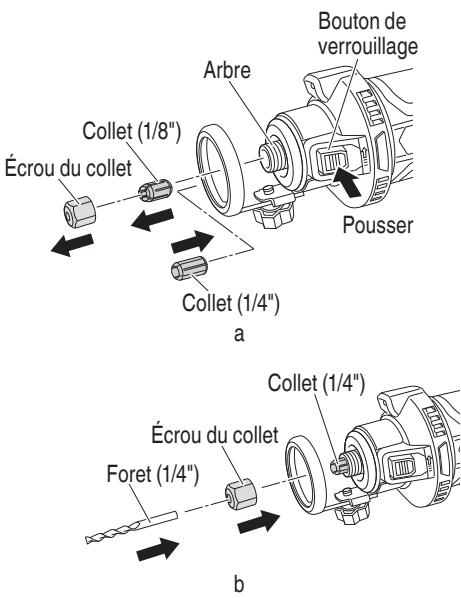

Fig. 10
- (1) Tout en appuyant sur le bouton de verrouillage et en fixant en place l'arbre, desserrer l'écrou du collet et remplacer le collet. (Fig. 10-a)
- (2) Tout en appuyant sur le bouton de verrouillage et en fixant en place l'arbre, fixer l'écrou du collet, insérer le foret et serrer l'écrou du collet. (Fig. 10-b)